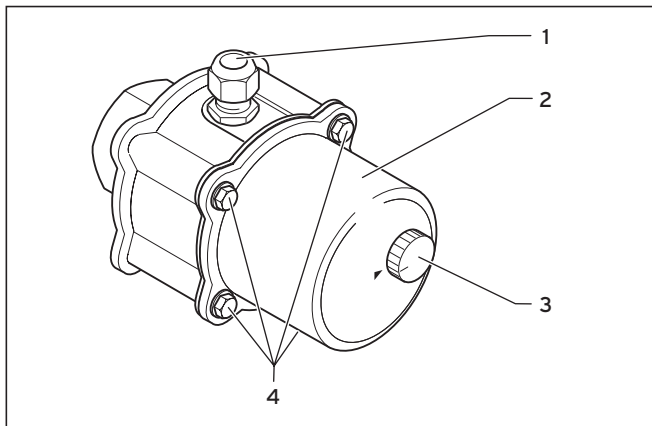

Fig. 6.1 Installazione del riscaldatore elettrico ad immersione
Procedere come segue (vedi fig. 6.1 - 6.3).
- Staccare la manopola di regolazione (3, fig. 6.1).
- Svitare le 4 viti a testa esagonale (4, fig. 6.1).
- Estrarre il coperchio della scatola (2, fig. 6.1).
- Inserire il limitatore di temperatura di sicurezza (7).